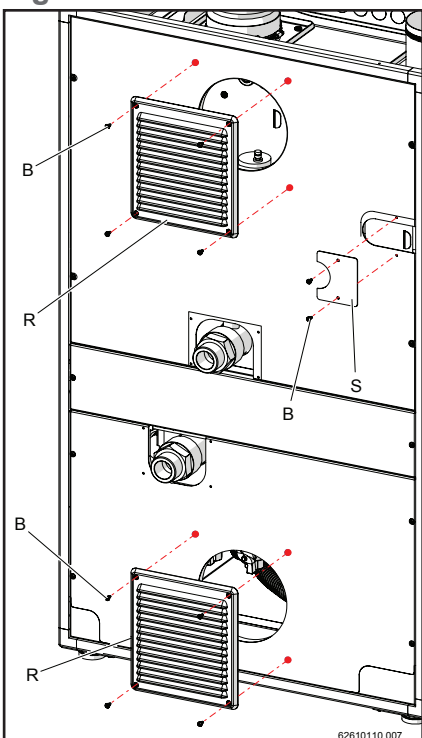

Figure 13-20
- 10.- Fixer les deux grilles anti-pluie « R » et la tôle « S » sur les couvertures précédemment montées, à l'aide des vis « B » (figure 13-20).